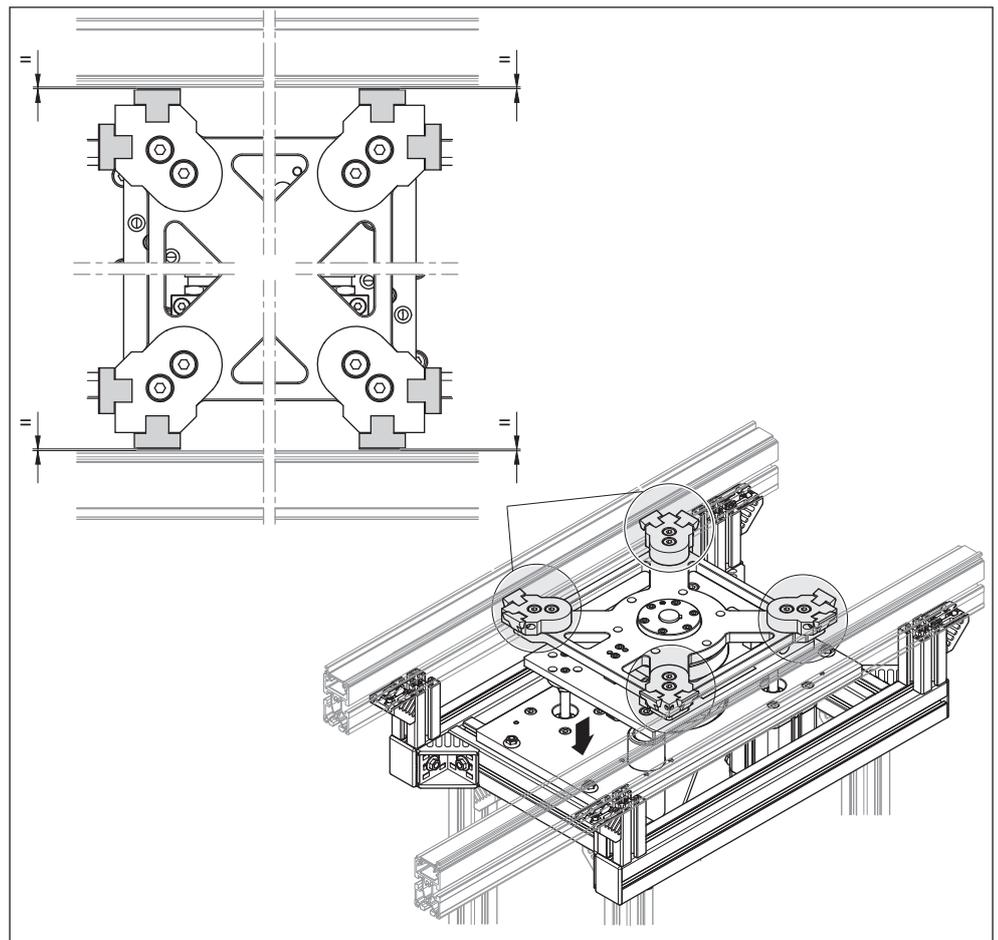

Abb. 21: Drehwinkel prüfen und einstellen (hier gezeigt am Beispiel Baugröße 2 180°)
- Prüfen Sie nochmals die korrekte Justage der Hub-Dreheinheit im Streckenprofil (siehe Abb. 7 auf Seite 20 und Abb. 21 auf Seite 37).